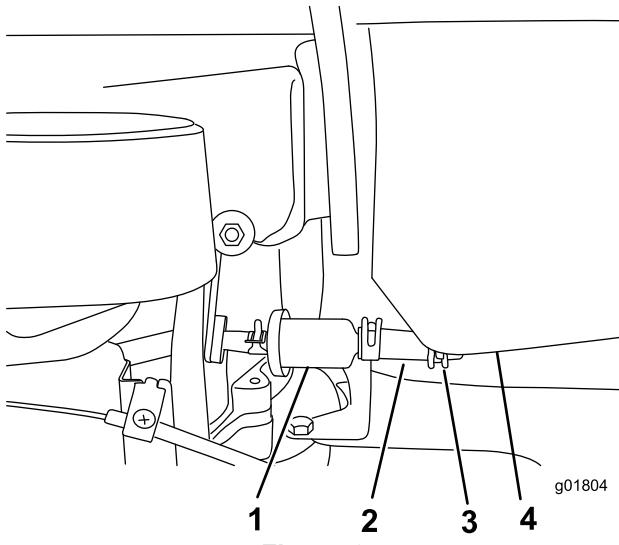

Figure 6
- Clip en plastique de réservoir de carburant (2)
- Insérez le collier sur la conduite de carburant venant du filtre à carburant (Figure 6).
- 4. Raccordez l'extrémité de la conduite de carburant au raccord du réservoir de carburant (Figure 6).
- 5. Fixez la conduite de carburant au réservoir de carburant avec un collier (Figure 6).